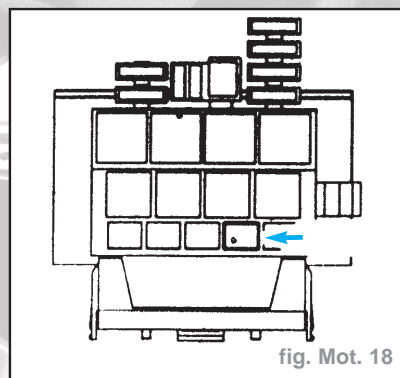

fig. Mot. 18
Dépose du relais de la pompe d'alimentation (fig. Mot. 18)
- le relais de pompe d'alimentation (fig. Mot. 18),